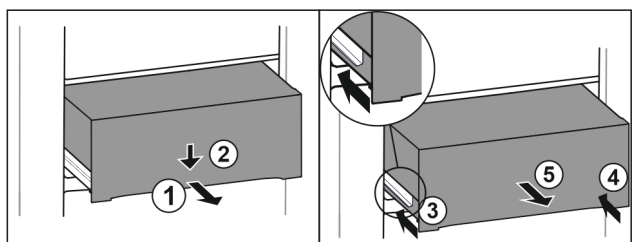

Fig. 113
- Zásuvku napůl vytáhněte. Fig. 113 (1)
- Stlačte zásuvku na přední straně dolů. Fig. 113 (2)
- Zasuňte levou kolejničku přibližně do 2 cm. Fig. 113 (3)
- Zasuňte pravou kolejničku přibližně do 2 cm. Fig. 113 (4)
- Vyjměte zásuvku dopředu. Fig. 113 (5)